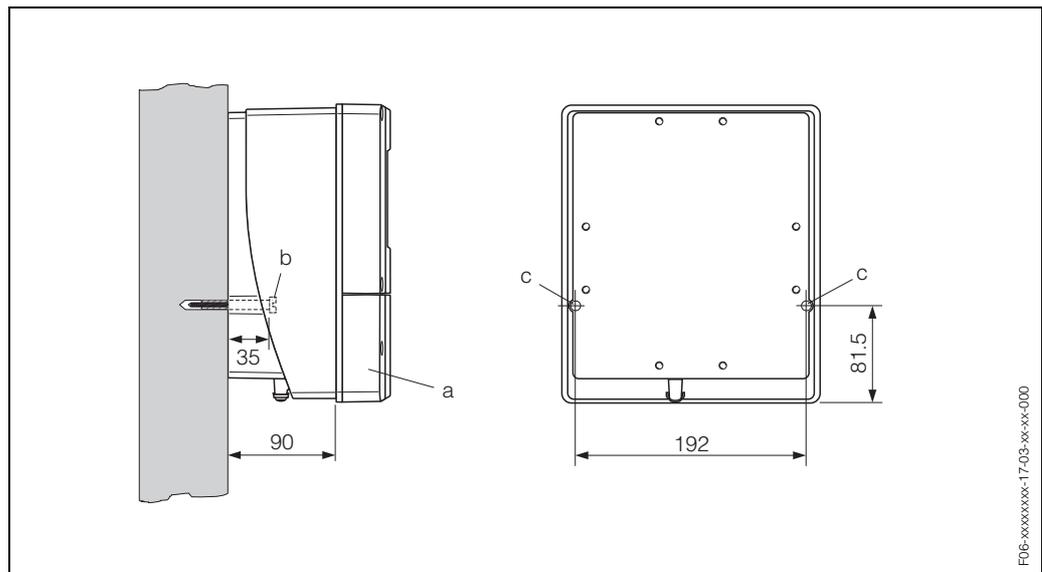

Fig. 30: Montada directamente a la pared
1. Taladre unos agujeros tal como ilustra la Fig. 30.